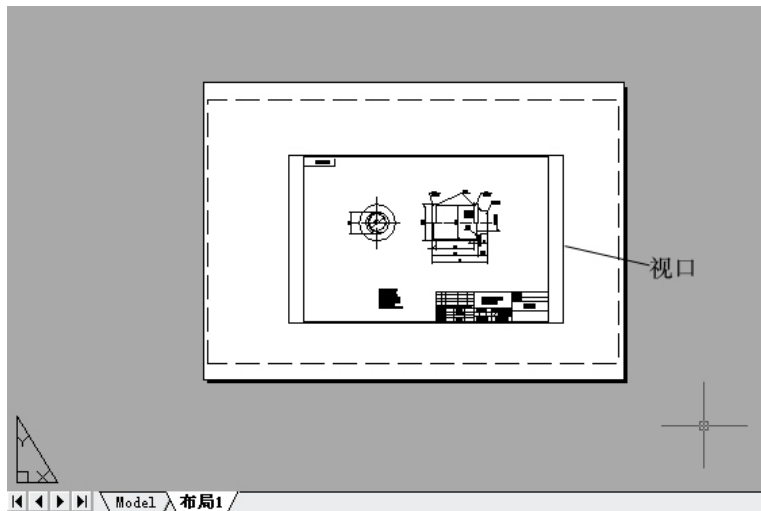

图 10-26 在图纸空间中建立视口
2) 如果在图纸空间中点取两点，可确定矩形视口的大小范围，模型空间中的图形就会在这个视口当中反映出来，如图 10-26。